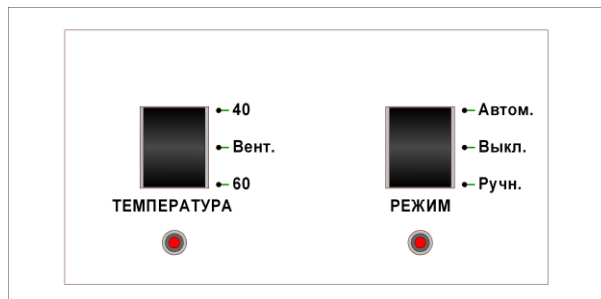

Рис. 24 Панель управления
5.1 На рис.24 представлена панель управления с переключателями режимов работы и световыми индикаторами. В силовом блоке шкафа установлены две панели управления для каждой пары вентилятор-нагревательный элемент. Левая панель управления (рис. 24) соответствует отделению для сушки одежды, правая – отделению для обуви.